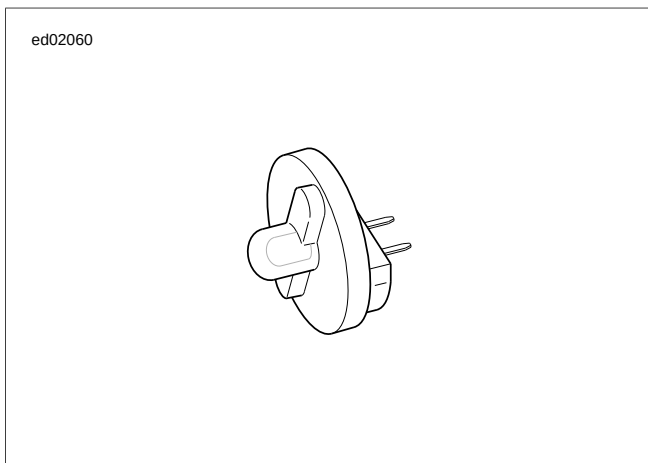

Figura 4-49. Luz de prueba del inyector de combustible (HD-34730-2C)
- Vea Figura 4-49. Utilice las sondas de terminal púrpuras y el cable de puente del KIT DE PRUEBA DE CONECTORES DE ARNÉS (pieza N° HD-41404-B) y las sondas hembra grises y el cable de puente a la LUZ DE PRUEBA DEL INYECTOR DE COMBUSTIBLE (pieza N° HD-34730-2C).
5. Vea Figura 4-49. Utilice la LUZ DE PRUEBA DEL INYECTOR DE COMBUSTIBLE (pieza N° HD-34730-2C) para probar el circuito del solenoide de purga al enchufar la luz de prueba en el conector [95B].